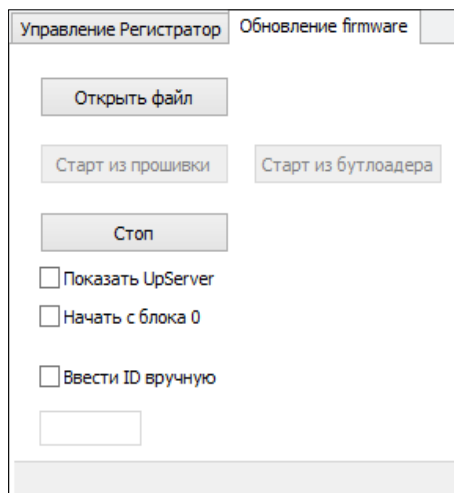

Рисунок 5. Настройка обновления микрокода
11. Для обновления микрокода необходимо перейти на вкладку «Обновление firmware» и открыть соответствующий файл *.hex с помощью кнопки «Открыть файл» (см. рисунок 5). Далее следует нажать кнопку «Старт из прошивки» и контролировать ход обновления в окне просмотра.